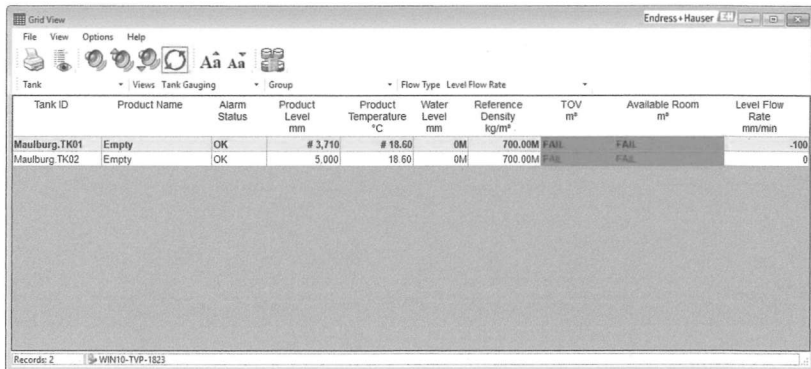

Abb. 3: Tabellarische Übersicht von Tankgruppen
- Tabellarische Übersicht von Tankgruppen (Abbildung 3)